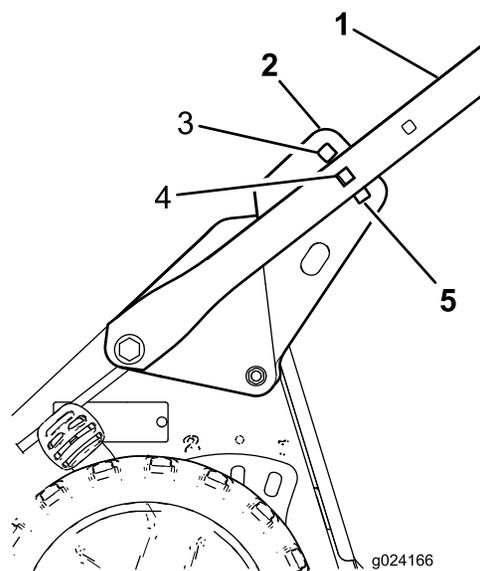

Рисунок 5
- Займите рабочее положение, чтобы определить наиболее удобную высоту рукоятки (Рисунок 5).